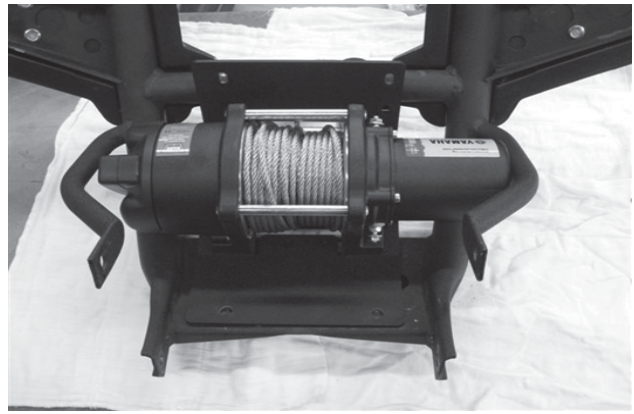

Figure 9
9. Placer la plaque de montage et le treuil sur la barre d'appui avant. (Figure 9)